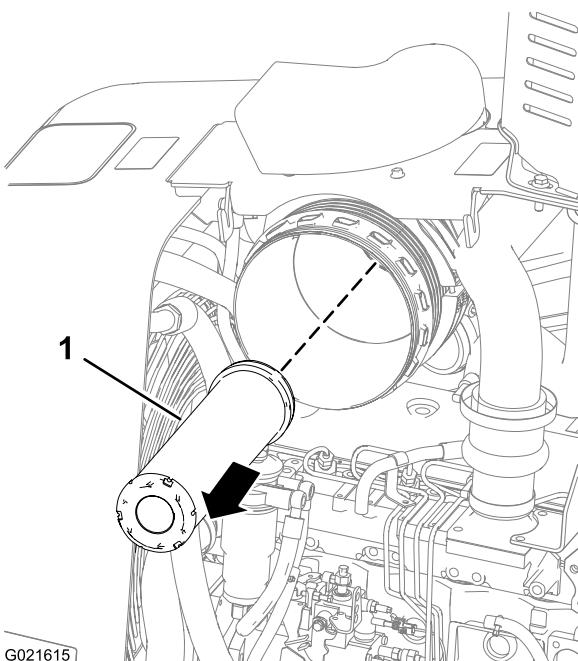

Figure 51
Tirez l'élément filtrant secondaire vers l'extérieur et sortez-le du boîtier du filtre à air. (Figure 51).
- Insérez l'élément filtrant secondaire neuf dans le boîtier du filtre à air (Figure 51).